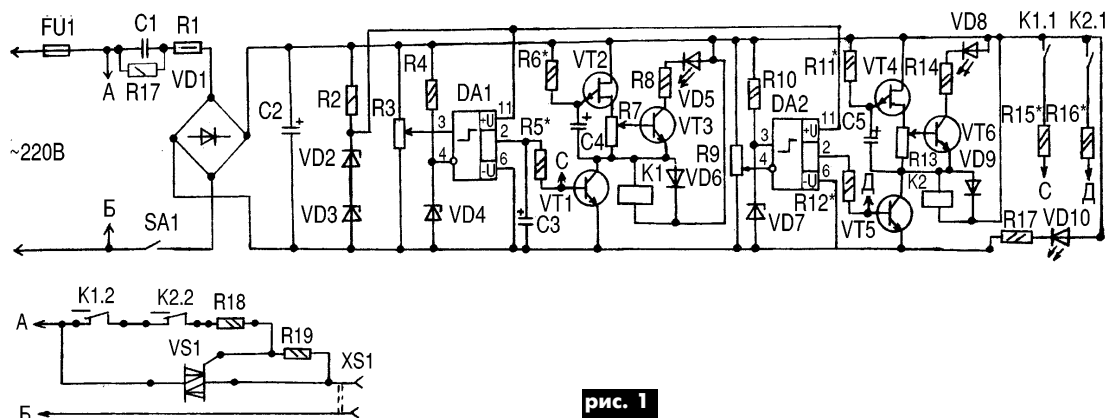
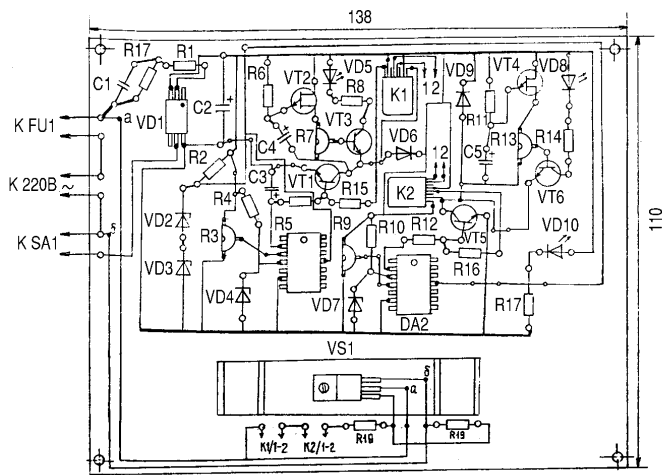
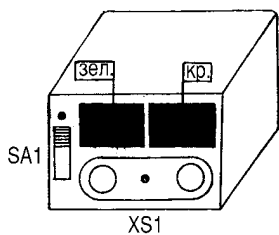
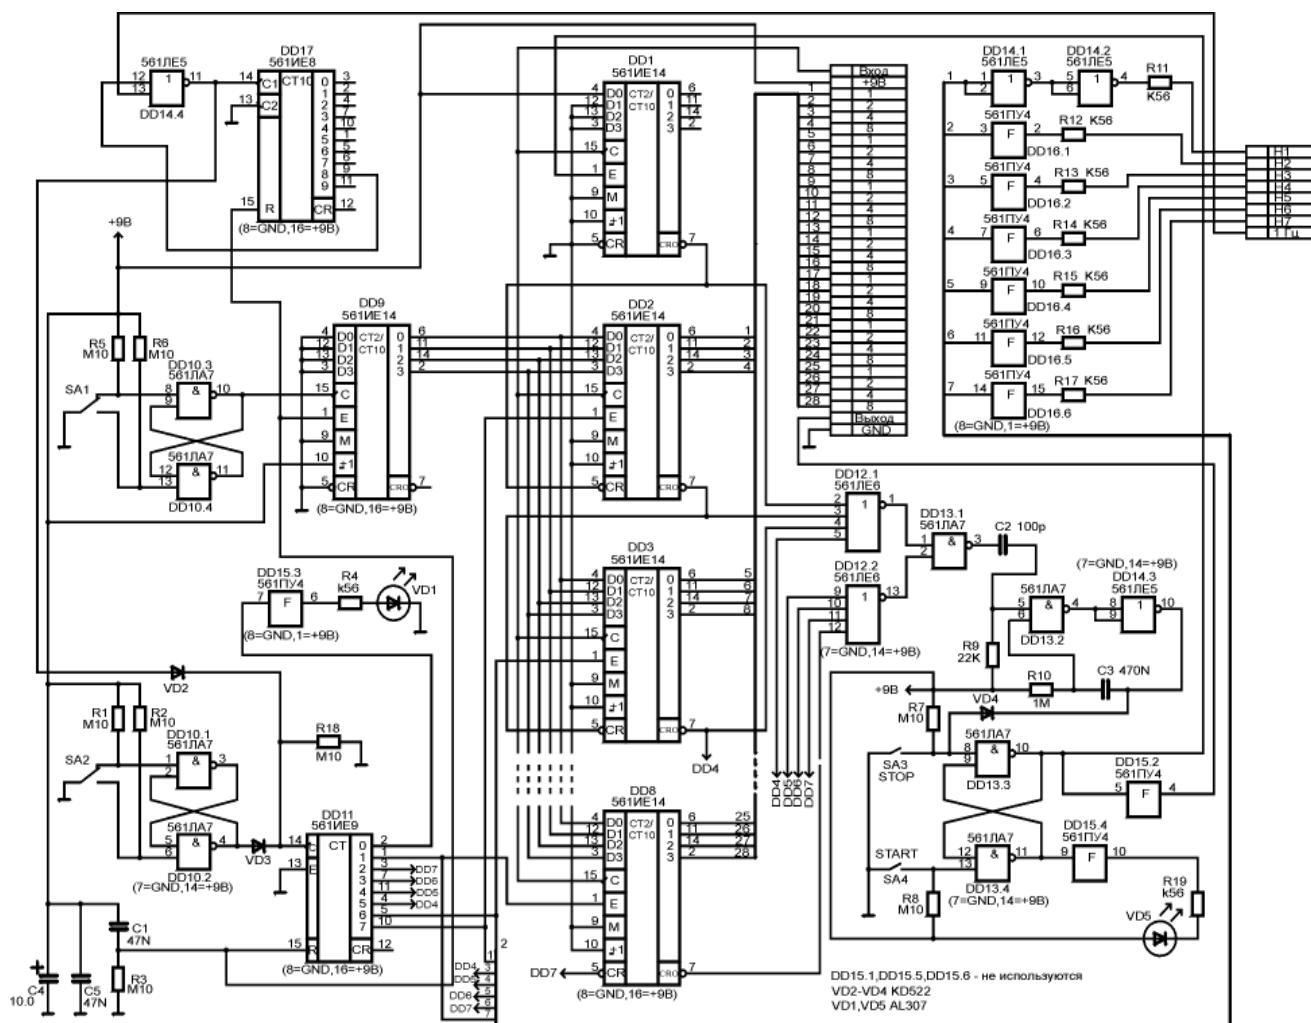

рис. 1
рис. 2
рис. 3
рис. 4
**Работа схемы.** На рис.1 показана принципиальная схема, на рис.2 - чертеж печатной платы, на рис.3 - внешний вид устройства. Схема работает следующим образом. Переменное напряжение сети 220 В через предохранитель FU1, гасящий конденсатор C1, ограничительный резистор R1 и выключатель SA1 подается на выпрямительный мост VD1, где выпрямляется и величиной порядка 15 В прикладывается к сглаживающему конденсатору C2. Стабилитроны VD2, VD3 обеспечивают стабильным напряжением 12 В микросхемы DA1 и DA2. Схема содержит два однотипных компаратора, один из которых отслеживает снижение напряжения (например, до 160 В), а второй реагирует на повышение напряжения (например, до 260 В). На однопереходных транзисторах VT2 и VT4 собраны схемы аварийной сигнализации (светодиод VD5 мигает зеленым цветом, а светодиод VD8 - красным).
На рис.2 показан чертеж печатной платы устройства (M1:2), которое выполнено на одностороннем фольгированном гетинаксе. Реальные размеры платы зависят от корпуса, в который будет помещено устройство, а также от мощности нагрузки. В зависимости от величины тока нагрузки необходимо применить соответствующий радиатор к симистору VS1. Лучше использовать игольчатые, ребристые или пластинчатые радиаторы. Теплоотвод с эквивалентной площадью поверхности 10, 16, 25, 65 см2 применяют при мощности нагрузки соответственно 200, 300, 500, 1500 Вт. Симистор со стороны радиатора следует смазать пастой КПТ-8 для лучшей отдачи тепла от симистора VS1 к радиатору. Можно применить и П-образный теплоотвод, которыйгибают из полосы алюминия размерами 130x25x2 мм при мощности 1500 Вт; при мощности 500 Вт - 50...60 мм. Расчет радиаторов охлаждения приведен в [1].
На рис.3 показан возможный вариант внешнего вида. При этом розетка XS1 и выключатель вынесены на переднюю панель. Из оргстекла лобзиком следует выпилить экран нужного размера, половину которого закрасить, например, цапонлаком зеленого цвета, а другую - красного цвета. Под этим
**Детали.** Ниже приведен перечень элементов к принципиальной схеме рис. 1. Перед установкой на печатную плату нужно проверить качество этих элементов.
В качестве ПНЧ использована схема из [1]. Эта схема с некоторой доработкой показана на **рис.3**. Доработка заключается в устранении внешнего источника питания 5 В, заменой микросхем серии К155 микросхемами серии К1533, что позволило питать все три микросхемы ПНЧ от одного источника, не опасаясь наводок. Микросхема DA1 серии CA3140E. Резистор R7 сопротивлением 360 МОм (этого сопротивления достаточно для работы схемы). Так же для согласования выходного и входного уровней на выходе ПНЧ включен транзистор VT5. Описание ПНЧ и принцип его работы подробно описан в вышеприведенном журнале, поэтому в данной статье не рассматривается. В качестве ПНЧ можно также использовать любой другой ПНЧ с возможностью прямо пропорционального изменения частоты в зависимости от напряжения и понижением выходной частоты практически до нуля при отсутствии входного напряжения.
Принципиальная схема цифрового блока показана на **рис.4**. Он состоит из линейки десятичных счетчиков с предварительной установкой, узлов обнуления счетчиков при включении, предварительной установки показаний и формирователя выходных сигналов. При подаче питания на схему микросхемы DD9, DD11, DD17 устанавливаются в начальное состояние импульсом с конденсатора C1 и резистора R3. У счетчиков DD1-DD8 нет входа установки нулевого состояния, поэтому необходим узел на микросхеме DD17, DD14.4. Импульсы около 1 Гц, поступающие с генератора (схема которого показана на **рис.5**) на один из входов DD14.4, проходят на счетчик DD17, так как на втором входе ячейки присутствует уровень нуля, открывающий ее. Одновременно импульсы поступают на счетчик-дешифратор DD11, выходы которого подключены к входам управления предварительной установкой микросхем DD1-DD8, и по очереди устанавливают каждый из них в нулевое состояние, так как микросхема DD9, исполняющая функцию предустановки, находится в состоянии нуля. Когда на DD11 приходит восьмой импульс, зажигается светодиод VD1, означающий состояние готовности. Одно-
**Детали.** В схемах на рис.2 и 3 желательно использовать резисторы типа С2-23, в крайнем случае, можно применить резисторы типа МЛТ (R6 составлен из двух резисторов сопротивлением 5,1 МОм), кроме резистора R7. Последний составлен из двух резисторов сопротивлением 180 МОм (к сожалению, тип этих малогабаритных резисторов мне не известен). Микросхемы CA3140E (см. рис.3) и K140УД22 (см. рис.2) можно заменить микросхемами KP544УД1А, а микросхемы серии K1533 (см. рис.3) - микросхемами серии K555. Подстроечные резисторы типов СП5-2, СП5-22. В остальных схемах можно использовать резисторы любого типа. Неэлектrolитические конденсаторы, примененные в схемах, могут быть любого типа, подходящие по размерам. Электролитические конденсаторы - типа K50-35 или аналогичные, малогабаритные. В схемах на рис.4 и 7 можно использовать микросхемы серии K176, а также CD4029 (K561ИЕ14), CD4011 (K561ЛА7), CD4001 (K561ЛЕ5), CD4002 (K561ЛЕ6), CD4017 (K561ИЕ8), CD4022 (K561ИЕ9), CD4050 (K561ПУ4). Индикаторы типа АЛС338А можно заменить индикаторами типов АЛС324А, АЛС333А.
Настройка дозатора тока потребует вольтметр, амперметр и частотомер. Временно отключив блокировку источника тока и включив последовательно с нагрузкой амперметр, включают источник тока и устанавливают на нагрузке ток 10 А, контролируя показания по амперметру. Затем подключают к выходу усилителя-инвертора (если он используется) вольтметр и при помощи резистора R3 (см. рис.2) устанавливают на выходе усилителя напряжение 100 мВ. Затем приступают к настройке ПНЧ. Подробно настройка ПНЧ описана в вышеприведенном журнале. Мне хотелось бы вкратце сказать, что вначале нужно сбалансировать ОУ DA1 при помощи резистора R12, затем, замкнув вход ПНЧ на "землю", постараться получить на выходе минимально возможную частоту (один импульс за 10...30 с) при помощи резистора R5. После этого подают на ПНЧ 100 мВ с выхода усилителя-инвертора и, контролируя импульсы на коллекторе транзистора VT5 (см. рис.3) при помощи частотомера, вращая движок резистора R10, устанавливают на частотомере частоту 100 Гц.
Цифровой блок (см. рис.4) в настройке не нуждается. Нужно только проконтролировать его работу при включении. Сразу после включения на индикаторах может быть любое число. Затем в течение семи секунд индикаторы должны по очереди обнуляться, при этом так же по очереди должны зажигаться запятыя на каждом из индикаторов. После этого зажигается светодиод VD1 (VD5 также зажигается). Устройство готово к работе. В последнюю очередь включают блокировку источника тока выходным сигналом с цифрового блока.